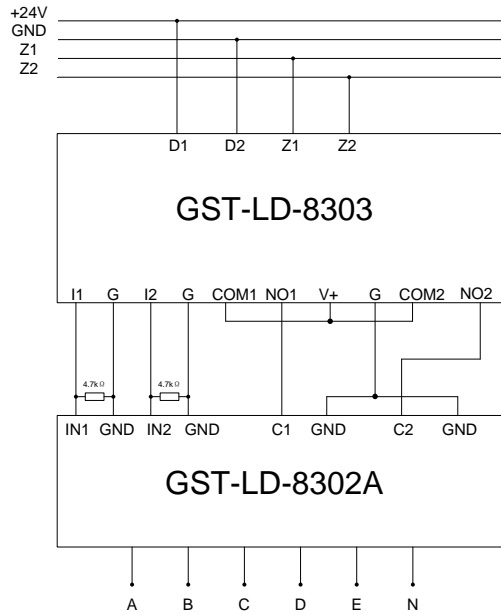

图 2-63
b. GST-LD-8303 型模块与 GST-LD-8302A 型模块组合连接的方法如图 2-63 所示：